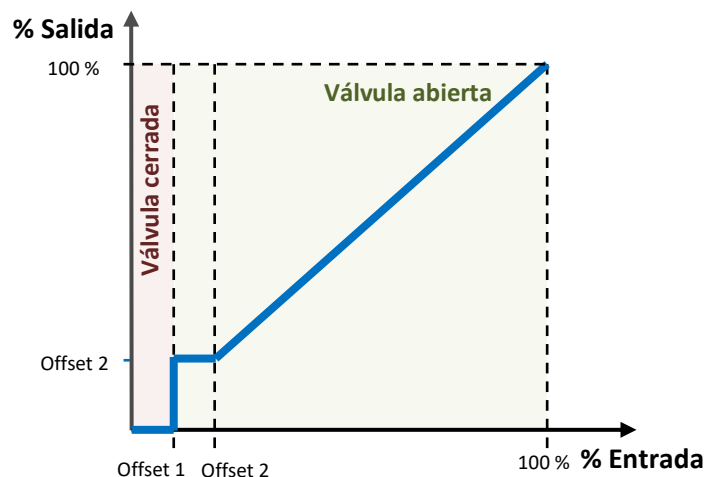

Figura 9 Porcentaje de salida en función de la consigna de entrada y los offsets.
- El **valor mínimo de la variable de control** que debe activar el ventilador, es decir, el mínimo valor de porcentaje exigible para que el actuador active el ventilador; los valores inferiores a este mínimo serán ignorados. Esto es lo que se indica como “Offset 1” en la Figura 9.
- La **velocidad mínima del ventilador**, es decir, el mínimo valor de tensión (en porcentaje) que permite observar movimiento en el ventilador. Este parámetro es útil cuando el ventilador no sea capaz de moverse con valores de tensión inferiores a un cierto límite. Es el “Offset 2” en la Figura 9.